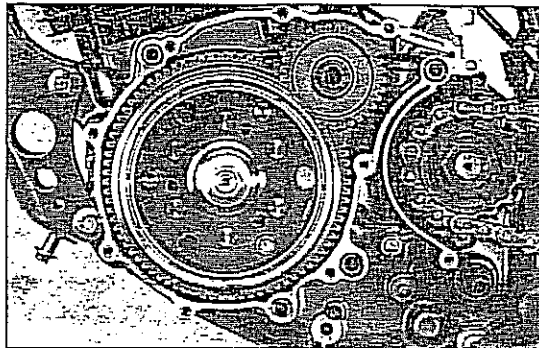

Bild 261
- Starterzwischenrad samt Welle einsetzen (nur E-Start-Ausführung), zwei Passhülsen (siehe Bild 261) einsetzen und Deckel mit Statorwicklungen mit neuer Dichtung montieren.